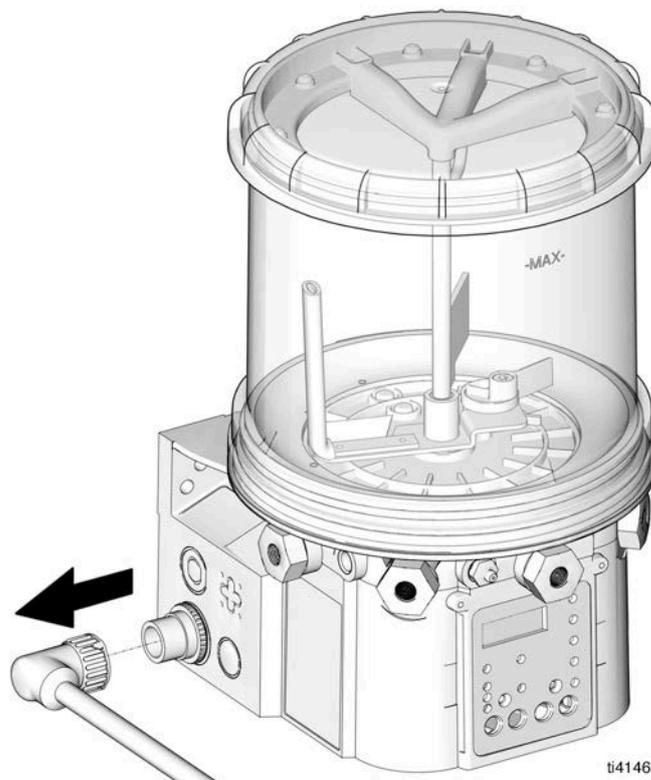

FIG. 15
**NOTA:** Si no hay disponible desconexión de batería, retire el cable de alimentación (FIG. 15).